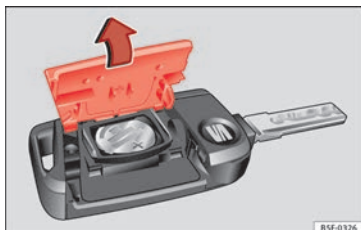

Fig. 93 Llave del vehículo: apertura de la tapa del compartimento para la pila.
- Retire la tapa en la parte trasera de la llave del vehículo » **fig. 93** en la dirección de la flecha » **❶.**
- Coloque la tapa tal como se muestra » **fig. 93** y presiónela en la carcasa de la llave del vehículo en sentido contrario a la flecha hasta que encastre.
❶ CUIDADO